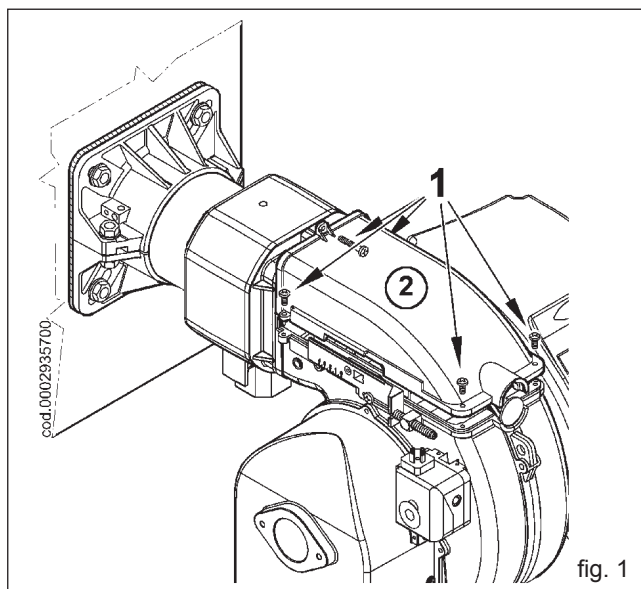

fig. 1
- 1) Dévisser les vis 1 et enlever le couvercle 2 (figure 1).